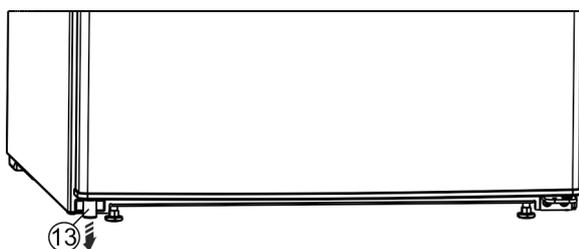

Fig. 14 *
- ▶ Retirer la butée Fig. 14 (13) de la porte en bas à gauche.*